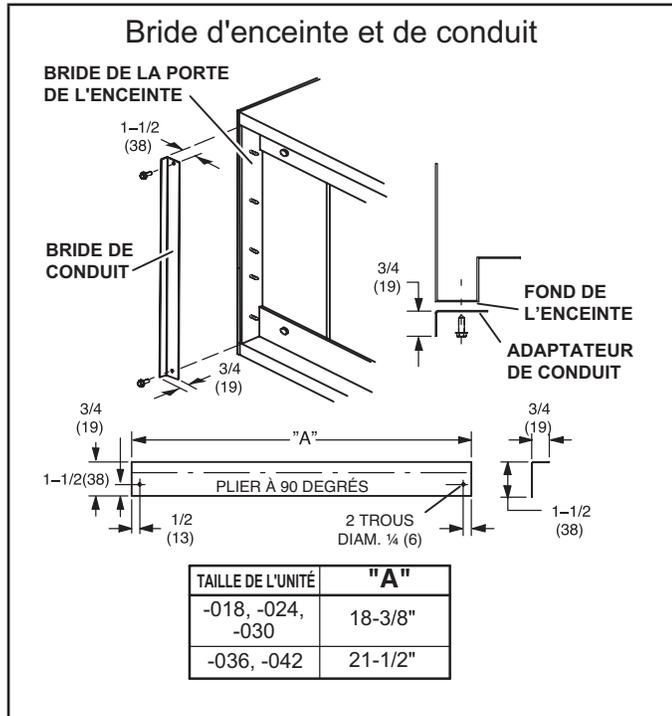

FIGURE 13. Bride d'enceinte et de conduit
- 4 - Raccordez les conduites d'aspiration et de liquide au serpentín de l'évaporateur. Veillez à protéger l'enceinte et les composants internes comme indiqué à la figure 13.